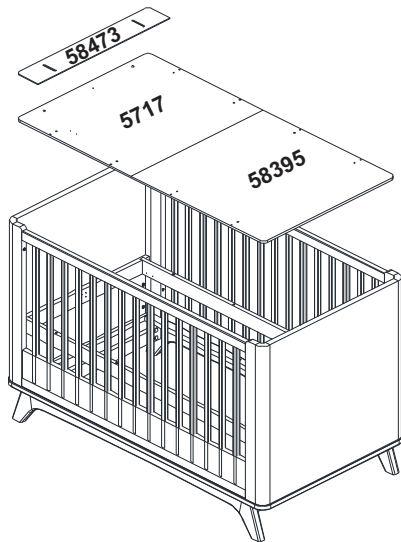

Fig. 01
4. Encaixe novamente as barras de estrado (58384) nas travessas (58396). **Fig. 01**